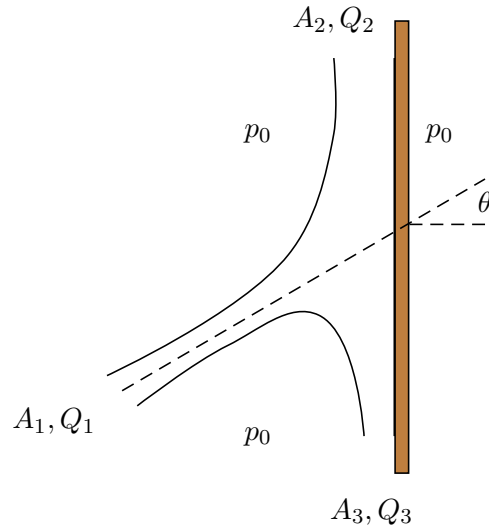

Figura 7: Problema 7
7. Sobre una placa plana incide un chorro (jet) de un líquido de caudal Q y sección A (ver figura 7) correspondiente a este problema. Si el fluido puede ser considerado ideal y no se considera la acción de las fuerzas de volumen a) ¿Qué fuerza debe aplicarse sobre la placa para que ésta permanezca en equilibrio? b) Halla Q_1 Q_2 como función de Q y θ .